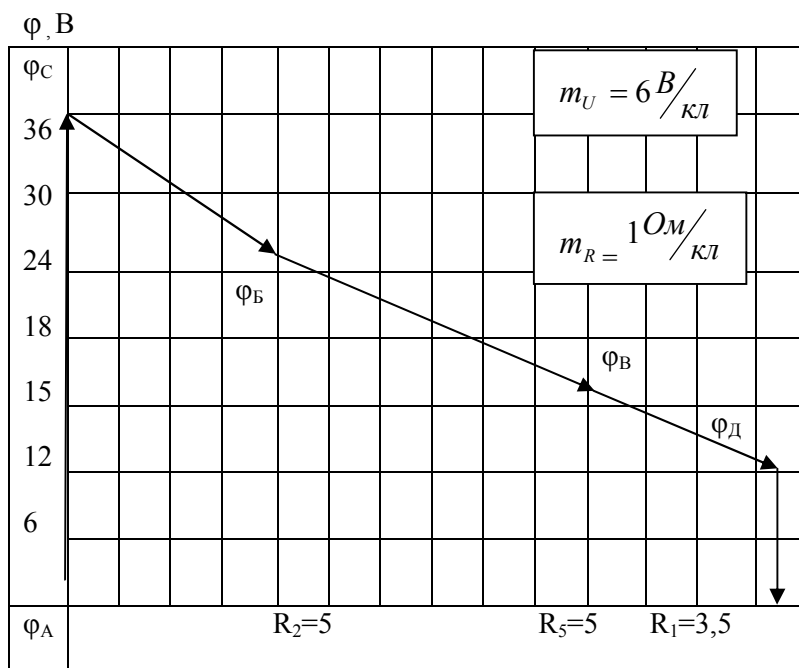

Рис. 1-3. Потенциальная диаграмма.
- полученные точки пересечения координат на сетке соединяем прямой и получаем кривую изменения потенциалов в точках электрической цепи, т.е. потенциальную диаграмму (см. рис. 1-3).